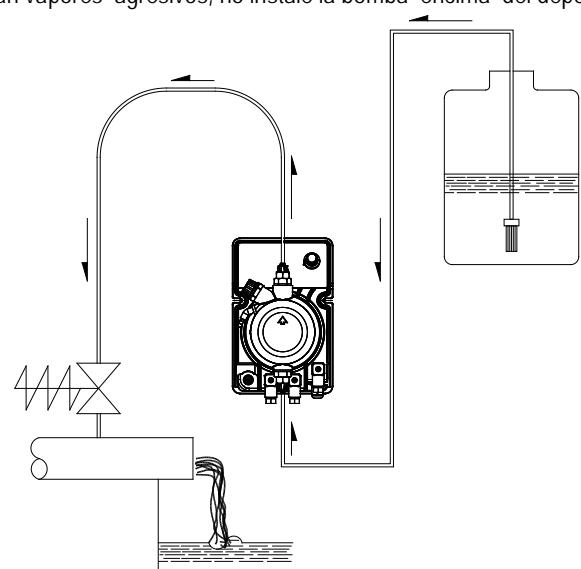

Fig. 6
C) Coloque la bomba como se muestra en la figura 5, teniendo presente que se puede fijar tanto debajo como por encima del nivel del líquido a dosificar, a una distancia máxima de 2 metros. El dispositivo de inyección se debe colocar siempre más arriba que el líquido a inyectar. Cuando la bomba trabaja a presión atmosférica (aditamiento con descarga libre) y el depósito del aditivo está colocado más arriba del dispositivo de inyección (Fig. 6), controle periódicamente el funcionamiento de la válvula de inyección, ya que un uso excesivo podría hacer que cayera aditivo y entrara en la bomba (aunque el aparato esté apagado). Si esto sucediera, inserte una **válvula de contrapresión C** debidamente tarada entre la bomba dosificadora y el dispositivo de inyección (Fig. 6). Para los líquidos que generan vapores agresivos, no instale la bomba encima del depósito a menos que éste esté cerrado herméticamente.